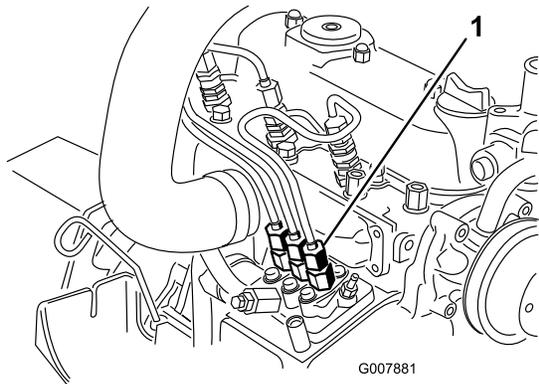

Figura 39
1. Coloque um tapete por baixo da tubagem que sai da bomba de injeção para o bico injetor n.º 1 conforme ilustrado em Figura 39.